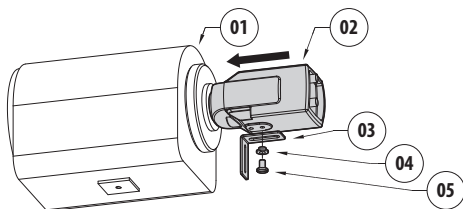

Рис. 8
Можно прикрепить распорку Н-20 (02) к объективу. Подключите телекамеру и прикрепите L-кронштейн (Рис. 8, страница 15). Вставьте пластмассовую распорку (01) нужной толщины и зафиксируйте ее с помощью шайбы и винта (03).